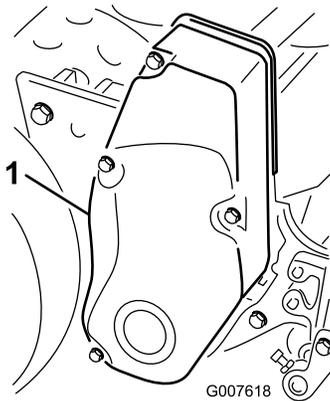

Рисунок 38
1. Снимите детали крепления крышки ремня и крышку ремня, чтобы открыть ремень (Рисунок 38).